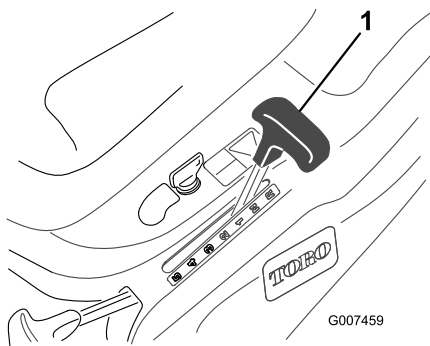

Figura 8
3. Spostare la leva della velocità di trasferimento in posizione di Folle (N) (Figura 8).